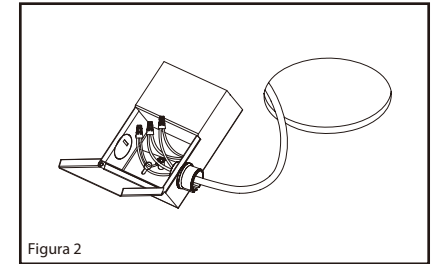

Figura 2
2. Abra la tapa de la caja de conexiones. Empuje y quite uno de los agujeros ciegos en el panel lateral de la caja del embutir. Instale el alivio de tensión del cable de alimentación (no incluido). (Figura 2)
3. Lleve el alivio de tensión del cable de alimentación a la caja de embutir a través de los agujeros ciegos en el panel lateral. Usa los conectores para cables para conectar el cable blanco de alimentación eléctrica con el cable blanco de la caja de conexiones. Haga que coincida con el cable negro de la alimentación eléctrica se conecta con los conectores para cables con el cable negro de la caja de conexiones. Y haga que coincide el cable de cobre de la alimentación eléctrica con el cable verde de la caja de conexiones con un conector para cables. (Figura 2)
4. Vuelva a colocar todos los cables y conexiones en caja de embutir y cierre la tapa de forma segura. (Figura 2)